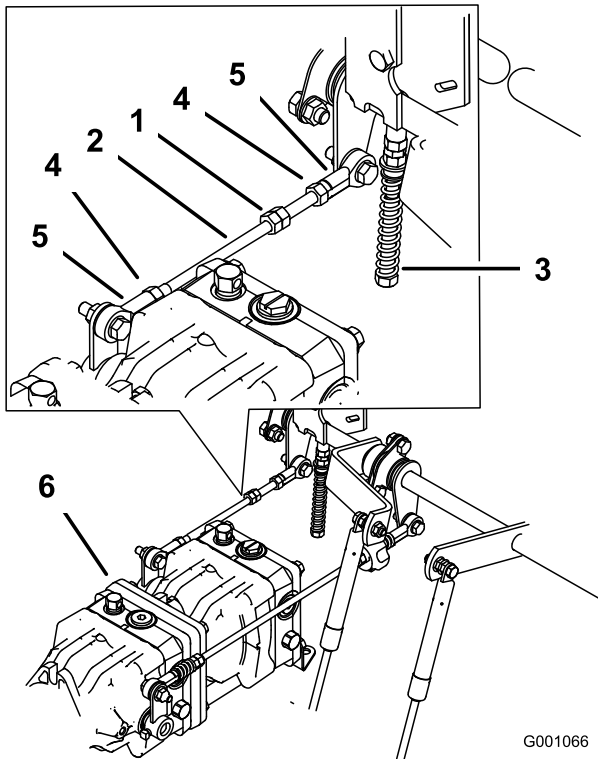

Figura 102
1. Afloje las contratueras de la articulación esférica de la varilla de control de la bomba (Figura 102).
3. Ajuste la longitud de la varilla de la bomba girando las tuercas dobles de la varilla, en el sentido apropiado, hasta que la rueda quede estacionaria o se mueva muy lentamente en marcha atrás (Figura 102).
6. Apriete las contratuercas de las articulaciones esféricas (Figura 102).